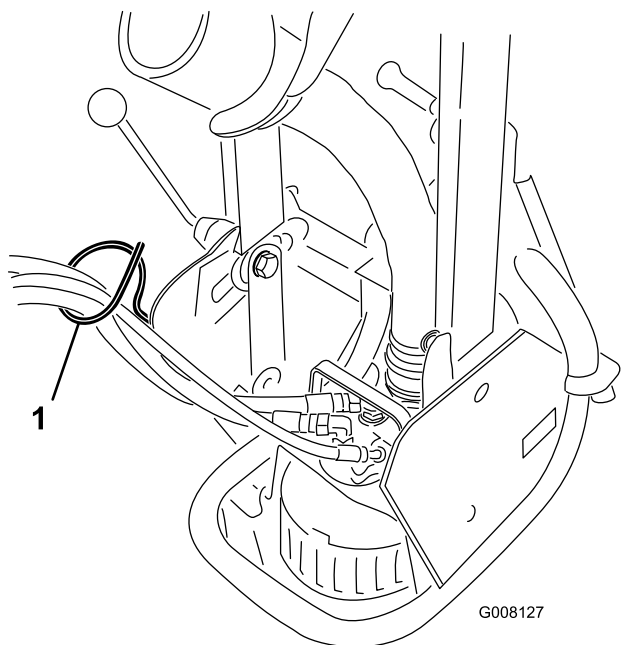

Figura 4
6. Ligue as mangueiras hidráulicas à hidráulica remota da Sand Pro. Posicione as mangueiras no guia de mangueira (Figura 4). Evite dobrar as mangueiras hidráulicas.